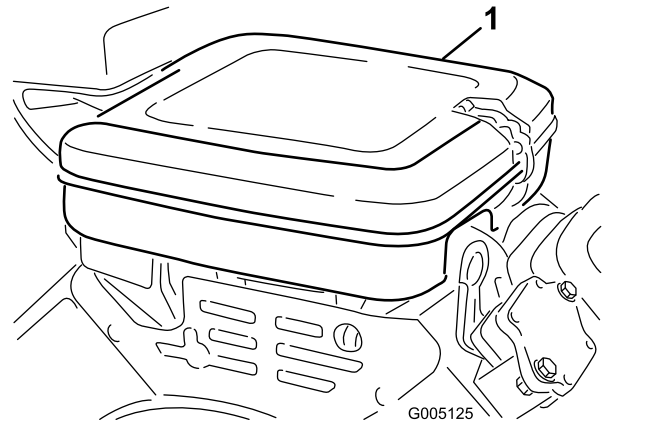

Figure 37
1. Nettoyez le couvercle du filtre à air (Figure 37).
3. Enlevez l'écrou à oreilles qui fixe les éléments au boîtier du filtre à air (Figure 37).